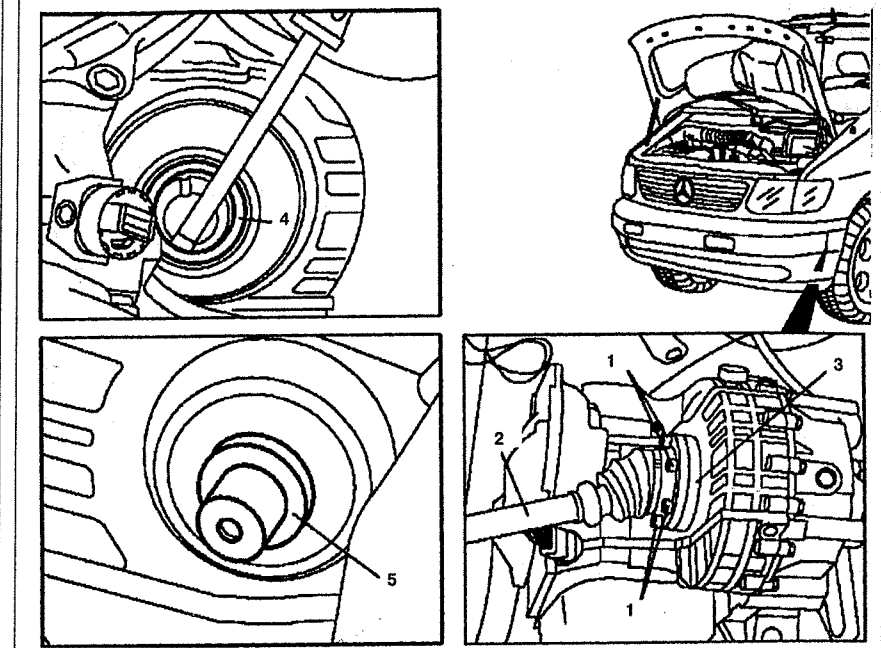

Рис. 6.68. Сальник фланца левой полуоси (автомобили с двигателем 104.900):
1. Открутите болты 1 крепления левой полуоси 2 к ведущему фланцу 3 коробки передач (см.рис.6.68).